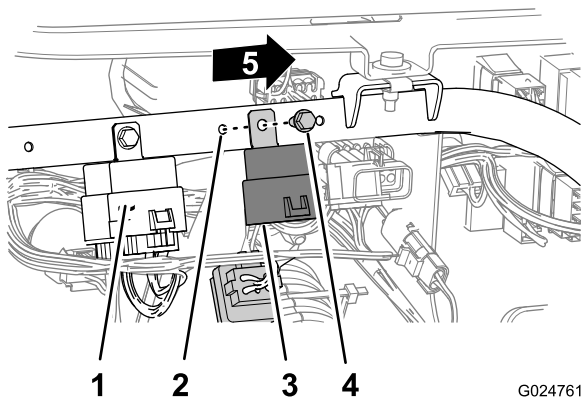

Figura 37
1. Alinee el taladro del relé del diferencial delantero con el taladro del tubo del soporte del salpicadero, hacia el exterior respecto al relé existente de la máquina (Figura 37).
- Sujete el relé a la máquina (Figura 37) con el perno de cabeza hexagonal con arandela prensada (1/4 x 5/8 pulgada).